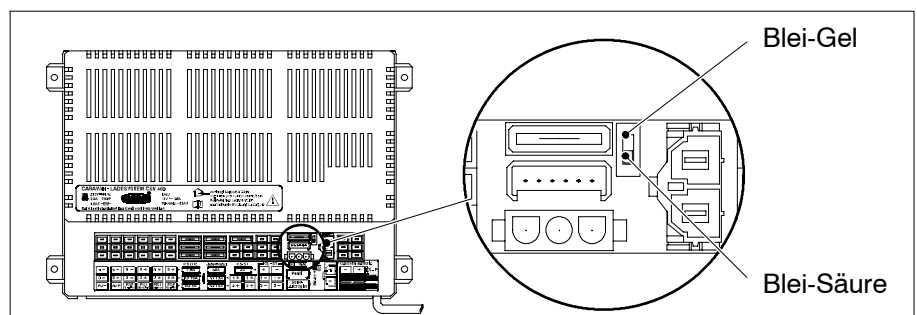

Bild 5 Batteriewahlschalter Blei-Gel-/Blei-Säure-Batterie
- Denn Batterie-Wahlschalter (s. Abb. 5) mit einem dünnen Gegenstand (z. B. Kugelschreibermine) in die entsprechende Position bringen: